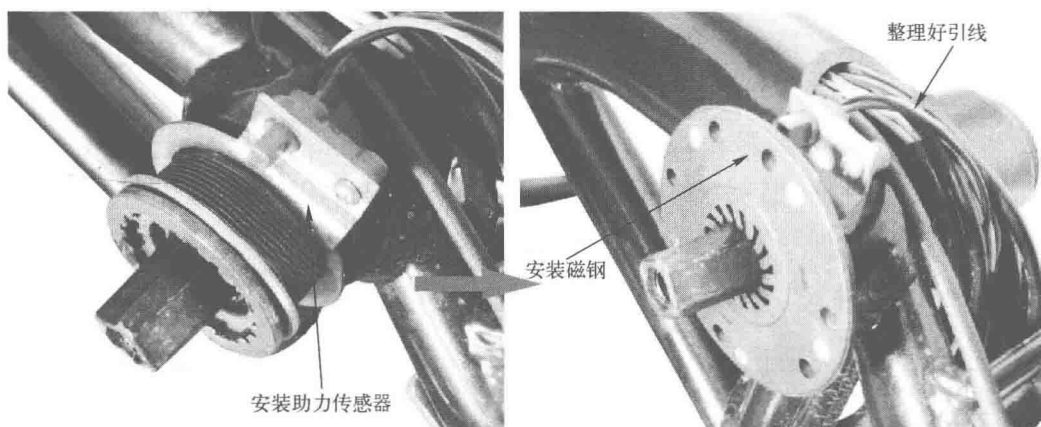

图 1-10 装上新助力传感器
(2) 分别安装助力传感器和磁钢, 将引线接好并整理好, 检查新助力传感器安装是否到位, 如图 1-10 所示。